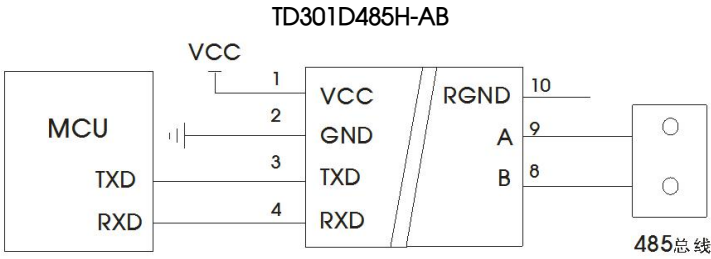
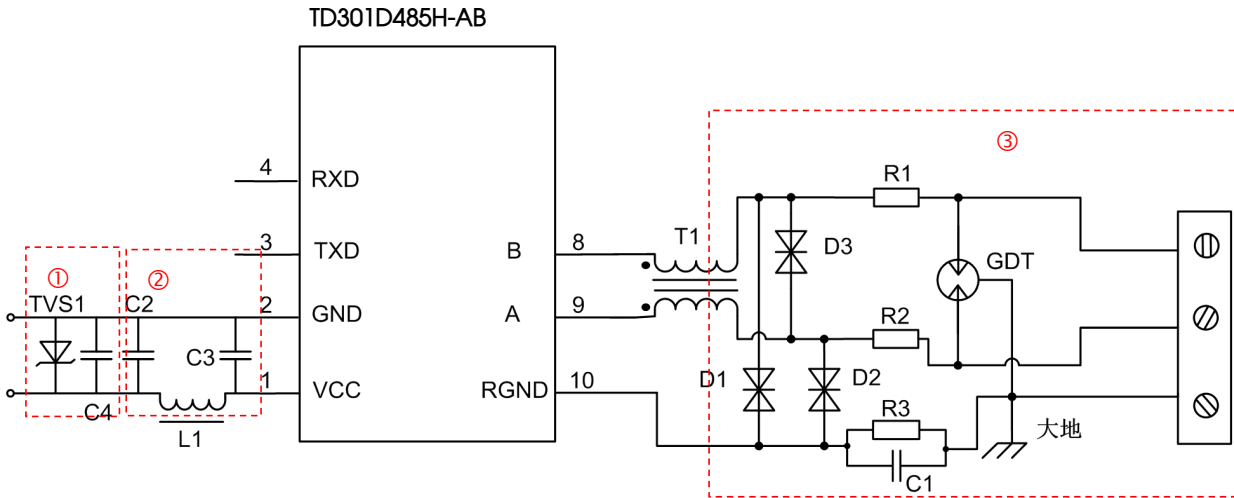

图 1
图 2
信号端口 ±2kV (线对线)/±4kV (线对地) (见图 2-③)	perf. Criteria B
由于模块内部 A/B 线自带 ESD 保护，因此用户一般在应用于环境良好的场合时无需再加 ESD 保护器件，如图 1 所示的典型连接电路图。但如果应用环境比较恶劣（如高压电力、雷击等环境），那么建议用户一定要在模块 A/B 线端外加 TVS 管、共模电感、防雷管、屏蔽双绞线或同一网络单点接大地等保护措施。因此，推荐应用电路如图 2 所示，推荐参数如上表所示。推荐电路图和参数值只做参考，请根据实际情况来确定是否需要电路图中的器件和适当的参数值。